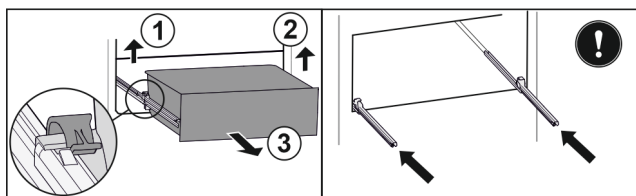

Fig. 112
- ▶ Podnieść lewy zacisk i wysunąć jednocześnie szufladę po lewej do przodu. Fig. 112 (1)
- ▶ Podnieść prawy zacisk i wysunąć jednocześnie szufladę po prawej do przodu. Fig. 112 (2)
- ▶ Wyjąć szufladę do przodu. Fig. 112 (3)